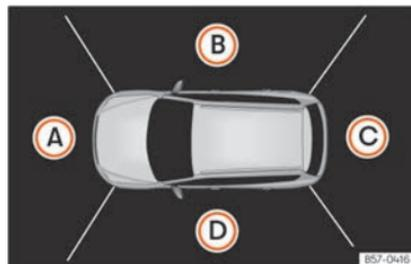

Fig. 208 Visualização do sistema de visão periférica: perspetiva aérea.
» **Fig. 208.** A perspetiva aérea pode-se selecionar pressionando sobre o *veículo* dentro da zona.
» **Fig. 208** (A) a (D) da perspetiva aérea ou da perspetiva aérea reduzida, pode-se selecionar a vista correspondente.
No ecrã do sistema Infotainment mostra-se a perspetiva aérea » **Fig. 208.** Se se pressionar o botão  circulando a mais de 15 km/h (9 mph), não se mostrará a imagem.